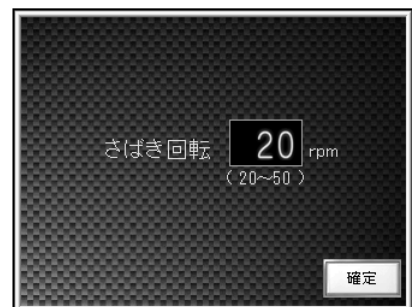

図 7-22
- さばき回転 ……本脱水後のさばき動作でのドラム正逆回転数を設定します。(図 7-22)